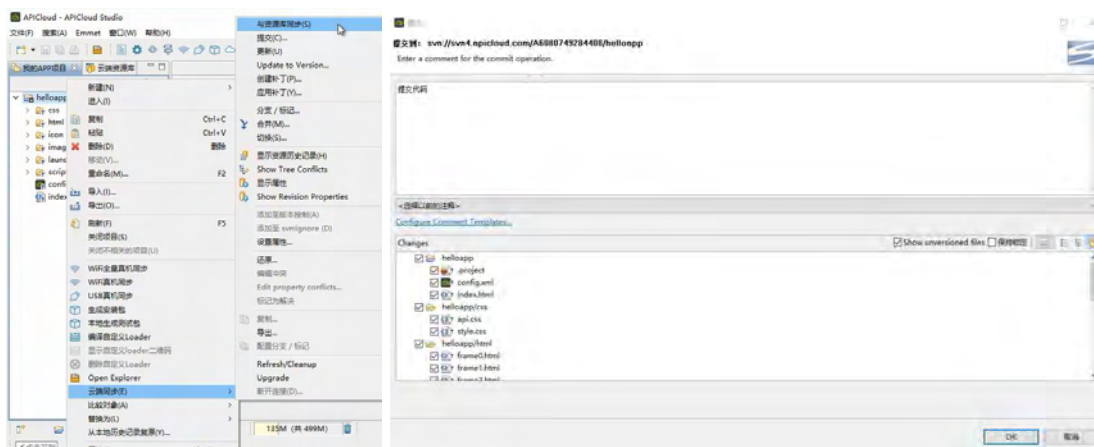

图4.8 同步本地应用到云端资源库
(4) 同步本地应用到云端资源库。开发者在 APICloud Studio 中创建的应用会和云端资源库建立连接。项目代码改动后，可以使用 APICloud Studio 的代码提高功能同步到云端资源库。首先选择一个需要同步到云端资源库的项目；然后在项目上右键，选择“云端同步”→“提交”；最后在打开的提交界面输入提交信息后单击“OK”按钮，即可提交项目代码到云端资源库中，如图4.8所示。